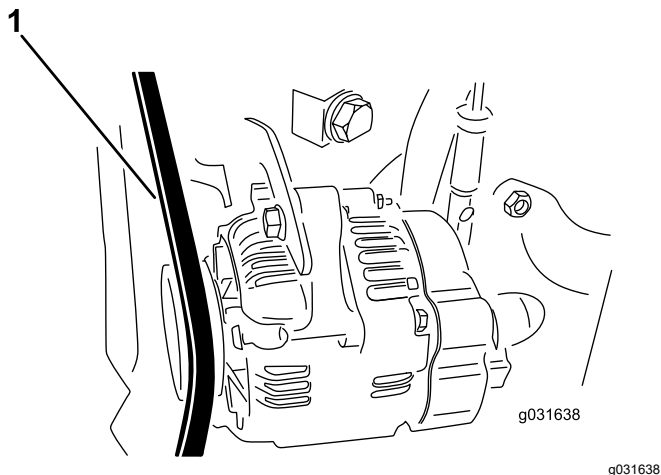

Figura 61
2. Aplicai o foră de 30 N asupra curelei alternatorului, la jumătatea distanței dintre roile de antrenare (Figura 61).